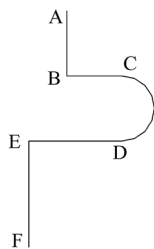

图 3-22 “连续”绘制直线和圆弧示例
① 三点: 通过指定圆弧上的起点、端点和中间任意一点来确定圆弧。
② 起点、圆心: 首先输入圆弧的起点和圆心, 其余的参数为端点、角度或弦长。如果给定的角度为正, 将按逆时针绘制圆弧。如果为负, 将按顺时针绘制圆弧。如果给出正的弦长, 则绘制小于  $180^\circ$  的弧, 反之给出负的弦长, 绘制大于  $180^\circ$  的弧。
③ 起点、端点: 首先定义圆弧的起点和端点, 其余的参数为角度、半径、方向或圆心来绘制圆弧。如果提供角度, 则正的角度按逆时针绘制圆弧, 负的角度按顺时针绘制圆弧。如果选择半径选项, 按照逆时针绘制圆弧, 负的半径绘制大于  $180^\circ$  的圆弧, 正的半径绘制小于  $180^\circ$  的圆弧。
④ 圆心、起点: 首先输入圆弧的圆心和起点, 其余的参数为角度、弦长或端点绘制圆弧。正的角度按逆时针绘制, 而负的角度按顺时针绘制圆弧。正的弦长绘制小于  $180^\circ$  的圆弧, 负的弦长绘制大于  $180^\circ$  的圆弧。
⑤ 连续: 在开始绘制圆弧时如果不输入点, 而是输入回车或空格, 则采用连续的圆弧绘制方式。所谓的连续, 指该圆弧的起点为上一个圆弧的端点或上一个直线的端点, 同时所绘圆弧和已有的直线或圆弧相切。
**【例 3.8】** 首先绘制直线 AB 和 BC, 然后用连续方式绘制 CD 段圆弧, 再绘制直线 DE 和 EF, 如图 3-22 所示。
绘制结果如图 3-22 所示。请将该图形以“图 3-22.Dwg”命名保存。